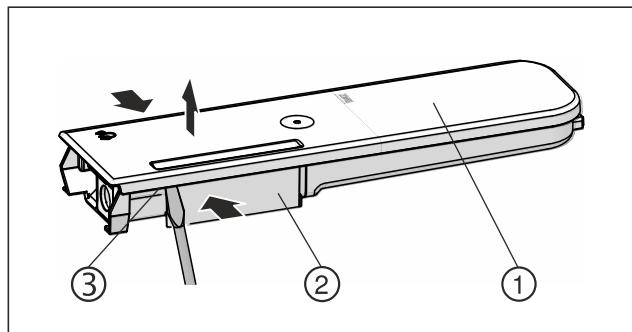

Fig. 151
- Стиснете резервоара за вода Fig. 151 (2) и внимателно откачете и изтеглете нагоре капака Fig. 151 (1) над фиксиращите палци Fig. 151 (3).
- Раздвижете капака Fig. 151 (1) леко напред-назад и го свалете нагоре.